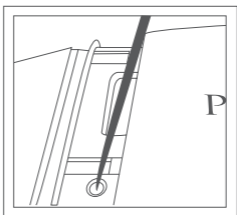

图5
5. 使用端部很细的物体（例如，端部为 2mm 的螺丝刀），摁下并释放校准启动按钮（图5所示）。该检测仪发出长长的哔哔声，进入校准模式。所有指示灯（不包括“Metal”（金属）和“Low Batt”（电池低压灯））将点亮，处于灯光运行状态。现在，检测仪便准备就绪可以开始校准了。